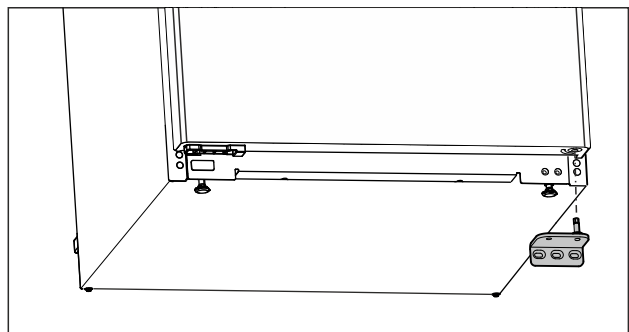

Fig. 11
- Ota laakerijalusta alaspäin pois. (katso Fig. 11)